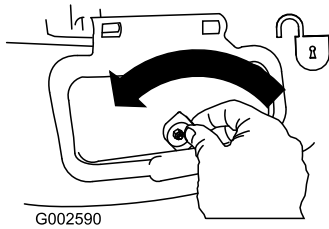

Figure 24
1. Unlock the side discharge door (Figure 24).